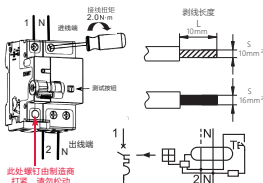

图5 NB5LE-63□/B接线方式
5.4 适用于铜导线连接，导线选择见表2，接线方式及剥线长度示意如下图5